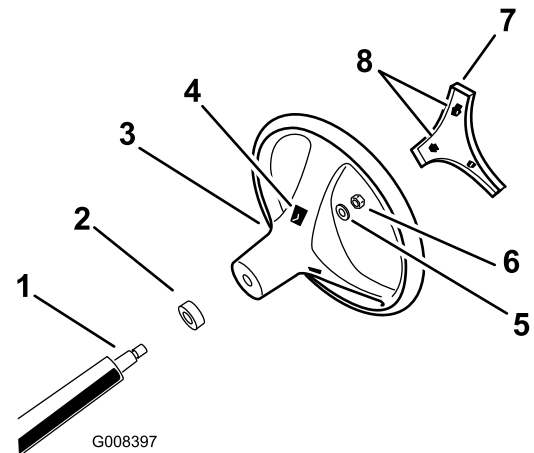

Bild 3
- Befestigen Sie das Lenkrad mit der Mutter an der Welle (Bild 3). Ziehen Sie die Mutter auf 24-29 Nm an